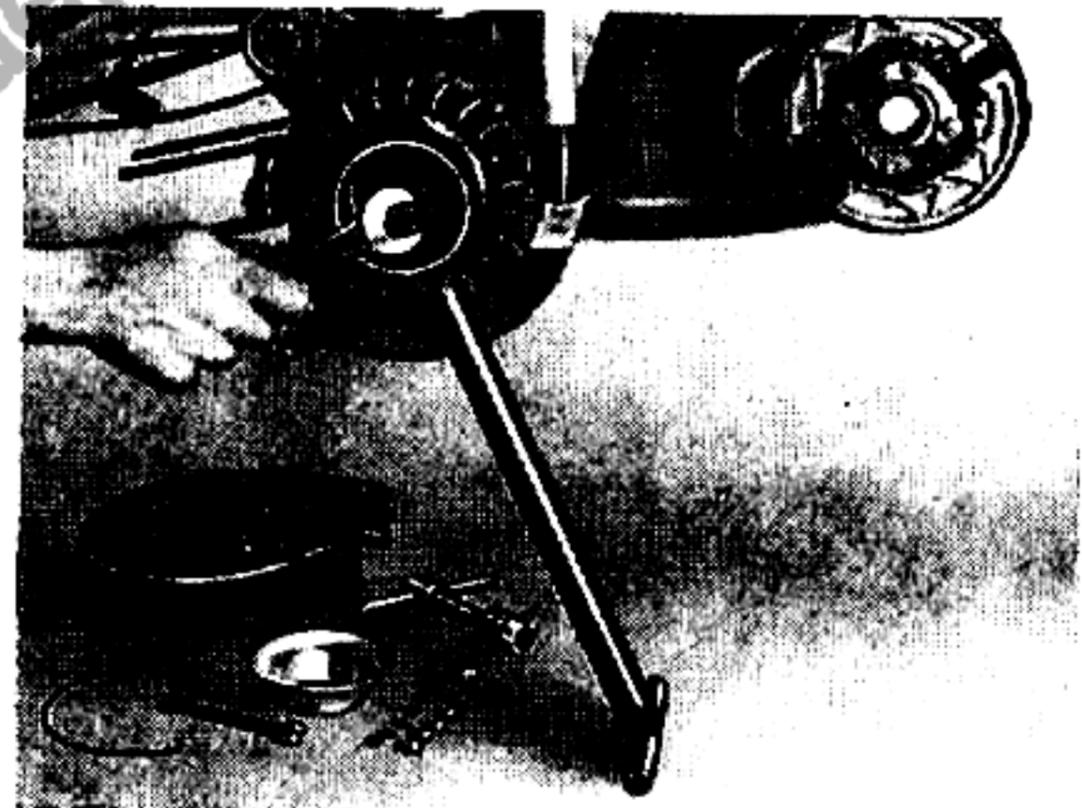

Fig. 17
- 30 Smontare il volano: bloccare il volano con l'attrezzo n. 58886, svitare il dado di bloccaggio a filettatura sinistra (chiave a tubo da 17, attrezzo n. 52150) ed estrarre il volano con l'apposito estrattore (attrezzo n. 37058). Vedi fig. 17.